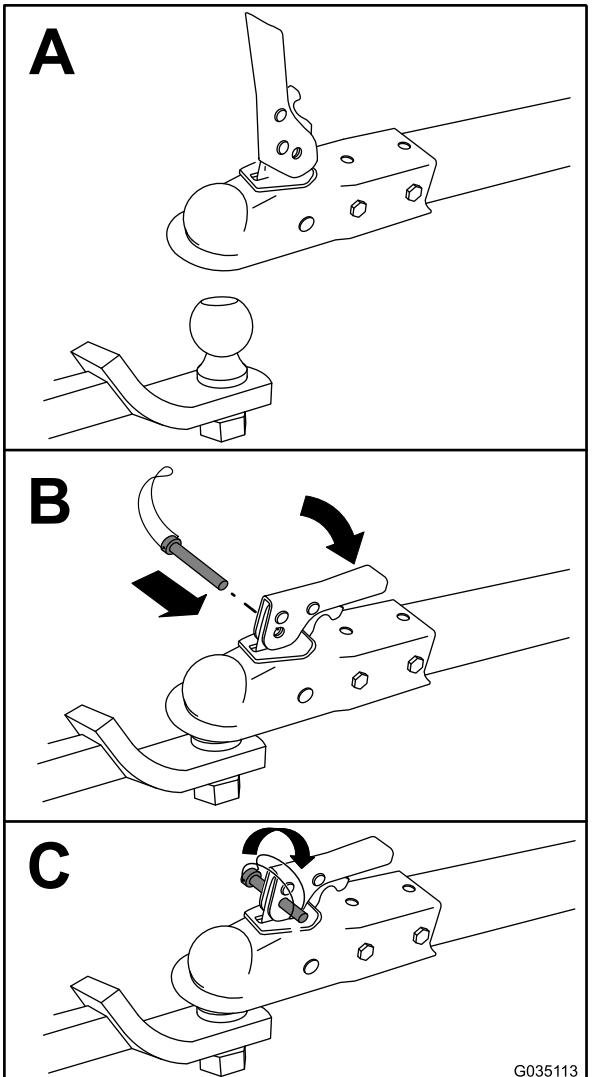

Figure 15
7. Attelez la machine comme montré à la Figure 15.